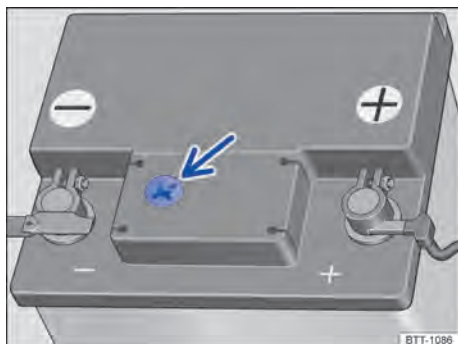

Fig. 207 En el compartimento del motor: ejemplo de posición del visor en el lado superior de la batería del vehículo.
- El visor redondo → fig. 207 en la parte superior de la batería del vehículo cambia de color dependiendo del nivel del electrolito.